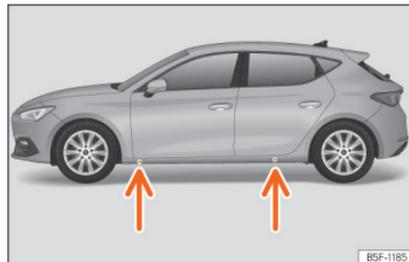

Abb. 45 Aufnahmepunkte für den Wagenheber.
- Suchen Sie am Längsträger die Markierung des Aufnahmepunktes für den Wagenheber (Eindrückung), die dem zu wechselnden Rad am nächsten liegt »» **Abb. 45.**